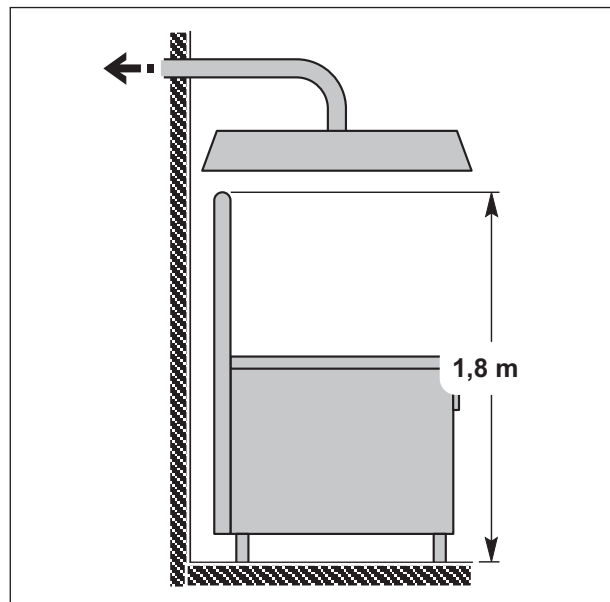

Abb. 20 Rauchabzug durch Abzugshaube
- Der Endteil der Geräteabzugsleitung muss sich etwa **1,8 m** von der Abstützfläche des Geräts befinden; die Mündung der Abzugsleitung der Verbrennungsprodukte muss sich genau unter der Haubenbasis befinden (siehe *Abb. 20 Rauchabzug durch Abzugshaube*).